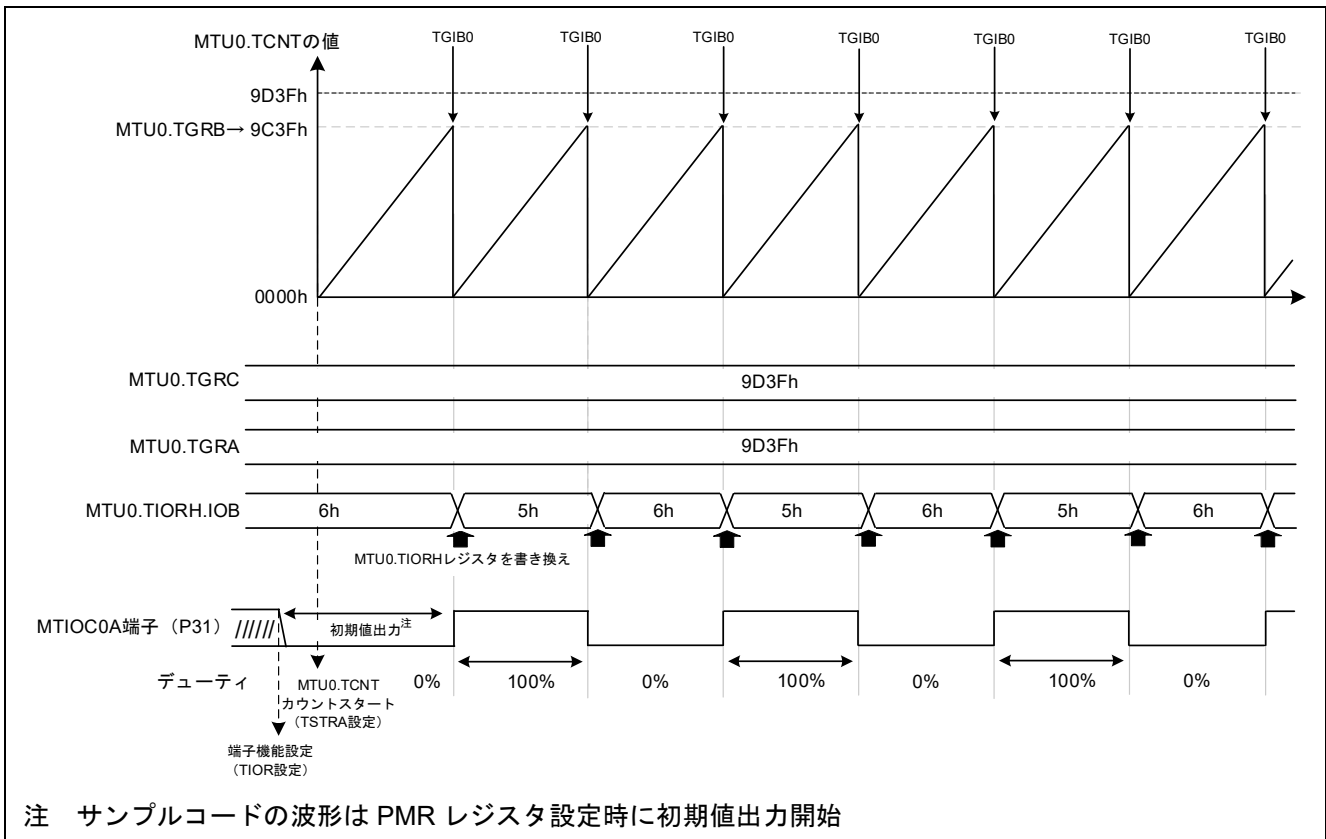

図 3-85 サンプルコードの動作
- 出力設定の変更タイミングの詳細は図 3-85 を参照
本サンプルコードの動作を図 3-85 に示します。デューティレジスタ TGRA のコンペアマッチにより出力波形が変化しないよう、TGRA と TGRC を周期レジスタ TGRB より大きい値に設定します。
バッファを使用せずに、図 3-85 と同様にデューティ 0%と 100%の PWM 波形出力を行う場合の動作例を以下に示します。デューティの切り替えにバッファレジスタとデューティレジスタを使用しないため、バッファありの場合と同じ手順です。